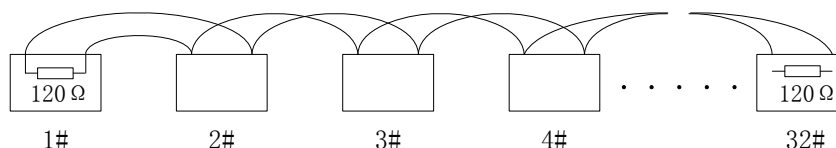
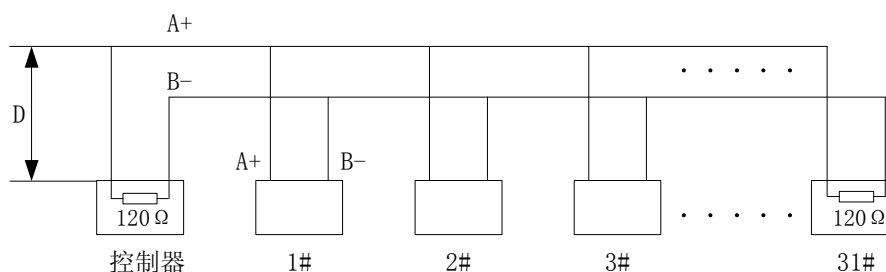

图26
图27
- a) RS485工业总线标准要求各设备之间采用菊花链式连接方式，两头必须接有 $120\ \Omega$ 终端电阻。（如图26）简化连接可采用（图27），但“D”段距离不得超过7 米